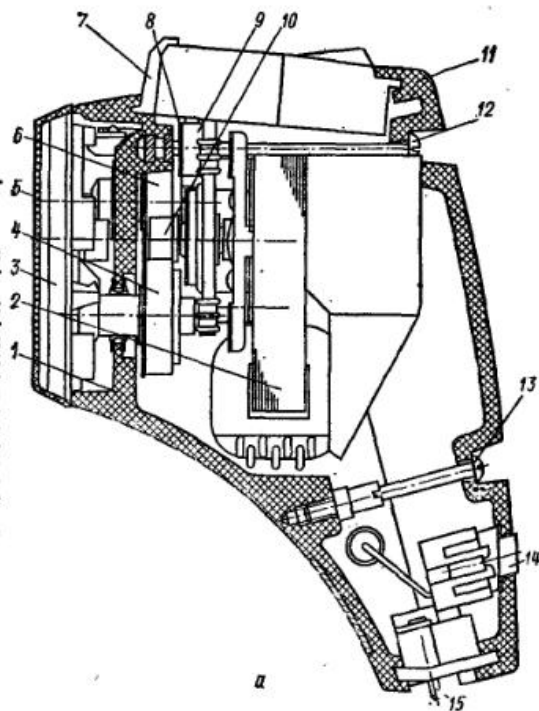

Рис. 48. Электрическая бритва «Бердск-7»:
**ЭЛЕКТРОБРИТВА «БЕРДСК-7».** Эта бритва трехножевая с коллекторным электродвигателем. Ведущая шестерня 10 (рис. 48, а), насаженная на вал электродвигателя 2, через зубчатые колеса 4 и 6 приводит в движение три подвижных ножа ножевого блока. Колпачок 5 предохраняет неподвижные ножи ножевого блока от повреждения.
Электрическая схема бритвы приведена на рис. 48, б.